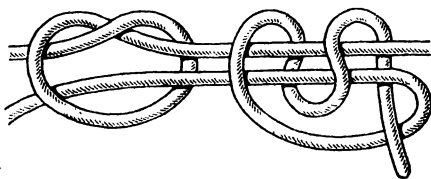

Рис. 133. Роликовый узел
**Роликовый узел** (рис. 133). Для завязывания этого узла на леске сначала нужно сделать простой узел и ввести в него ходовой конец поводка. Последний нужно закрепить наподобие многократной восьмерки (см. рис. 7) вокруг лески и коренного конца поводка. Такое крепление вполне надежно и несложно.